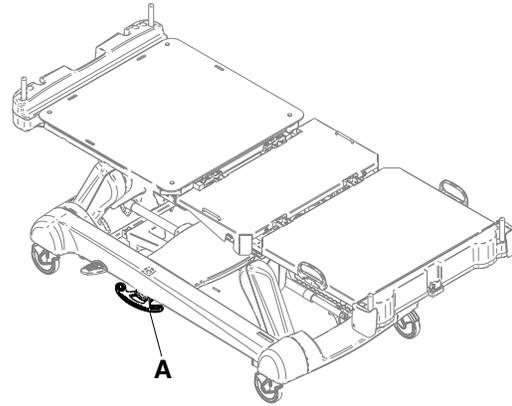

Figure 5 : Pédale du frein manuel, pivotée
1. Faire pivoter la pédale du frein vers le bas (A) (Figure 5 à la page 25).